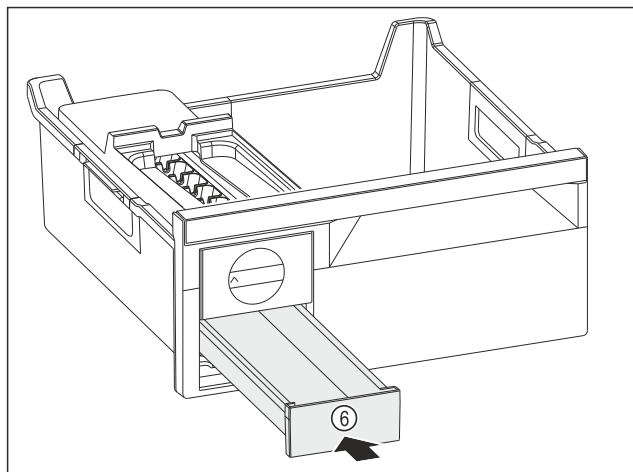

Fig. 81
▶ Wsunąć szufladę na kostki lodu Fig. 81 (6).